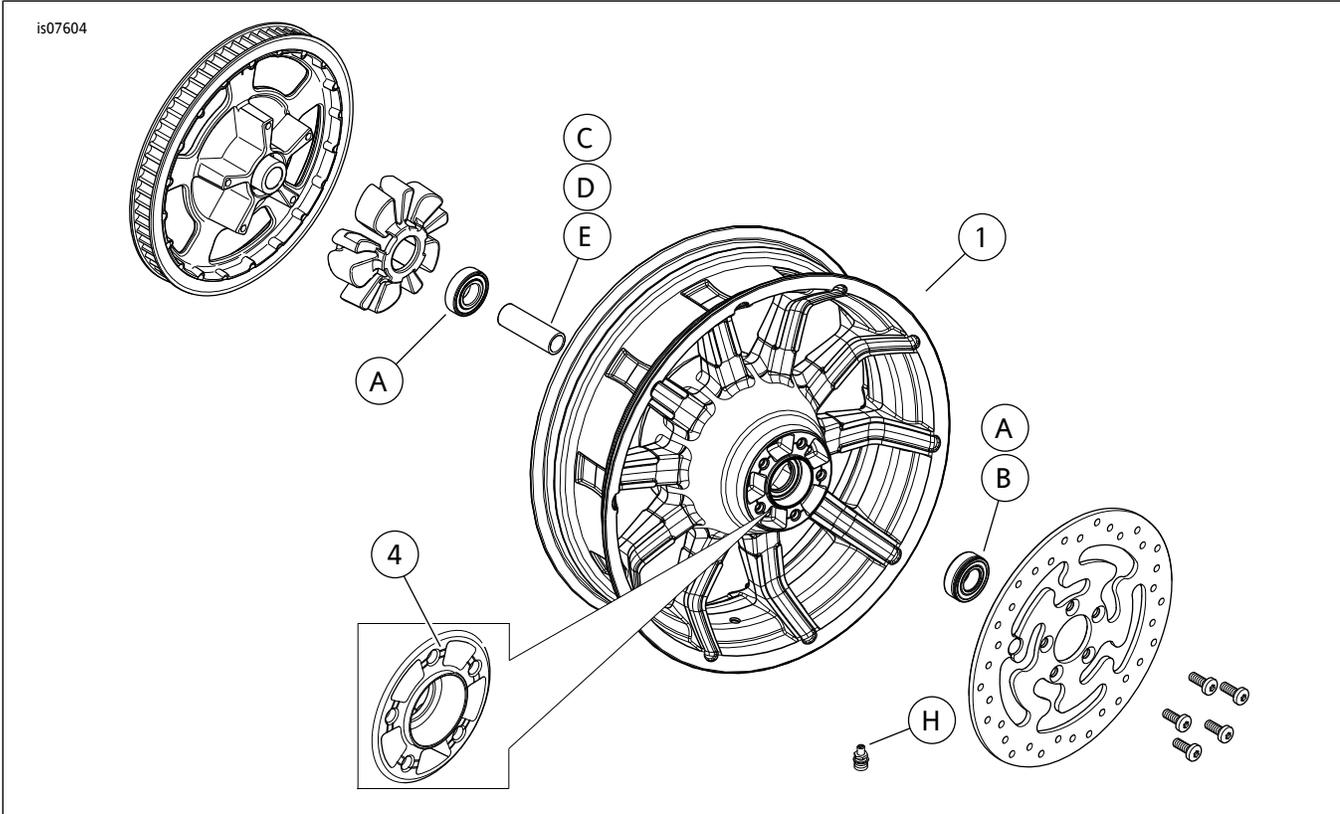

图1。维修零件：Impeller后轮
这些套件仅包括定制车轮。参见图1和表2。
2. 参见图1。在车轮上安装阀杆组件(H)。参阅维修手册中的“轮胎”部分。